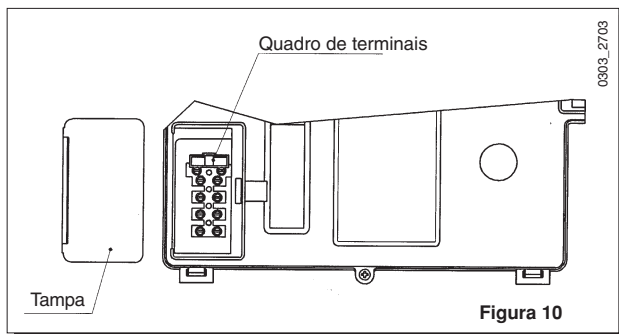

Figura 10
- tirar a tampa; a zona das ligações eléctricas está acessível (figura 10).